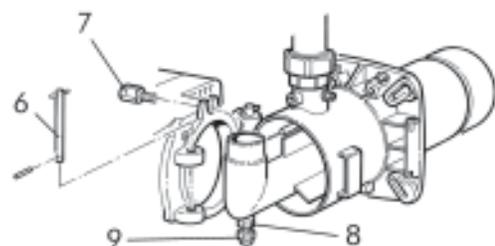

fig.6A
- Pentru a ajunge la teva de alimentare si la electrozi, scoateti pivotul 6 si surubul 7, slabiti piulita 8 si strangeti surubul 9 (fig.6A - EM 35-E).